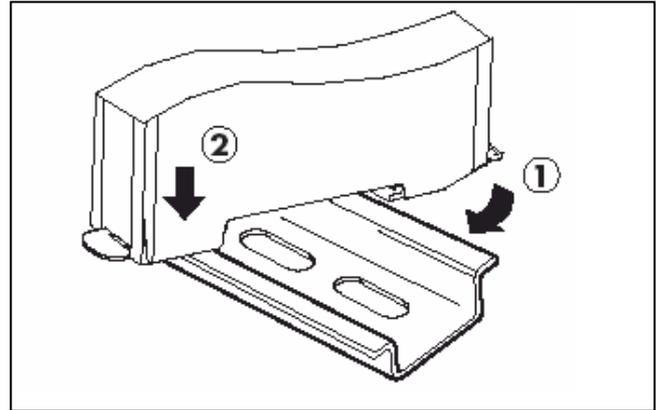

Abb. 6: Festklemmen einer Barriere auf eine DIN Hut-Schiene
- Haken Sie die Ex-Bereich-Seite der Montage/Erdungsklammer in die entsprechende Seite der DIN-Schiene (Abb.6)